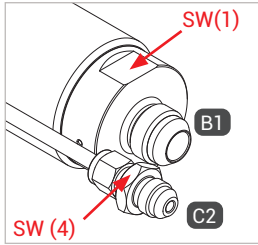
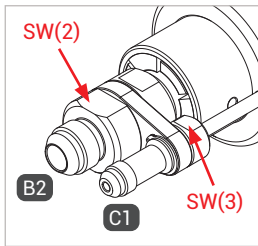

Figure 1
Figure 2
- ▶ Lors du montage du flexible de remplissage et de retour de gaz, de la conduite de fluide et de la conduite de retour du gaz aux raccords « B1 », « B2 », « C1 » et « C2 », exercer une contre-pression sur les méplats SW(1), SW(2), SW(3) et SW(4) (Figure 1 et Figure 2) avec une clé à fourche.
- ▶ Visser hermétiquement l'entrée fluide « B1 » à l'embout de raccordement du flexible de remplissage (Figure 1). Voir le tableau ci-dessous pour les couples de serrage.
- ▶ Raccorder hermétiquement, le cas échéant, la conduite de retour du gaz « C2 » au flexible de retour du gaz de la station-service (Figure 1). Voir le tableau ci-dessous pour les couples de serrage.
- ▶ Raccorder hermétiquement la sortie fluide « B2 » au raccordement du flexible de remplissage (Figure 2). Couple de serrage voir tableau ci-dessous.
- ▶ Raccorder hermétiquement, le cas échéant, la conduite de retour du gaz « C2 » au raccordement du flexible de retour du gaz (Figure 2). Voir le tableau ci-dessous pour les couples de serrage.